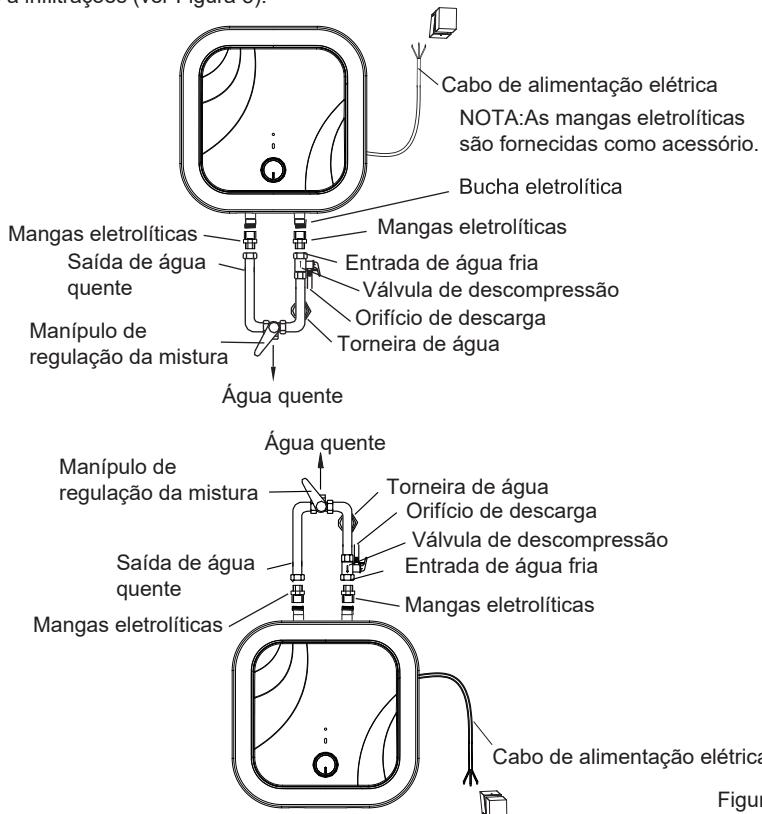

Figura 5
- ⑤ Se a casa de banho for muito pequena, o aquecedor de água pode ser colocado noutro local onde não esteja exposto à luz solar direta e/ou à chuva. Note-se que, para reduzir a perda de calor através de tubos e mangueiras, o termoacumulador deve ser instalado o mais próximo possível de onde a água quente vai ser utilizada.
- ① A dimensão de cada mangueira é G1/2"; para medir a pressão (tanto na entrada como na saída) deve ser utilizada a unidade bar, respeitando os valores exigidos.
- ② A ligação da válvula de descompressão do termoacumulador deve ser efetuada na entrada de água fria.
- ③ Para evitar fugas durante a ligação das mangueiras, colocar os vedantes e os anéis de borracha em cada uma das extremidades roscadas. Ignorar este facto conduzirá a fugas de água e a infiltrações (ver Figura 5).